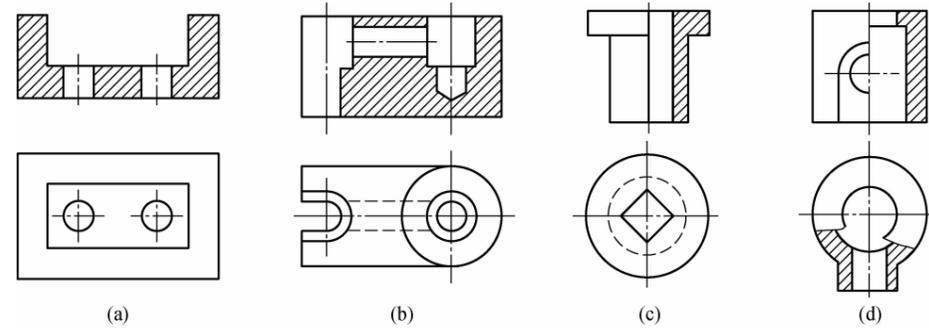

图 1-3
- 如图 1-3 所示, 四组剖视图中, 画法正确的是()。